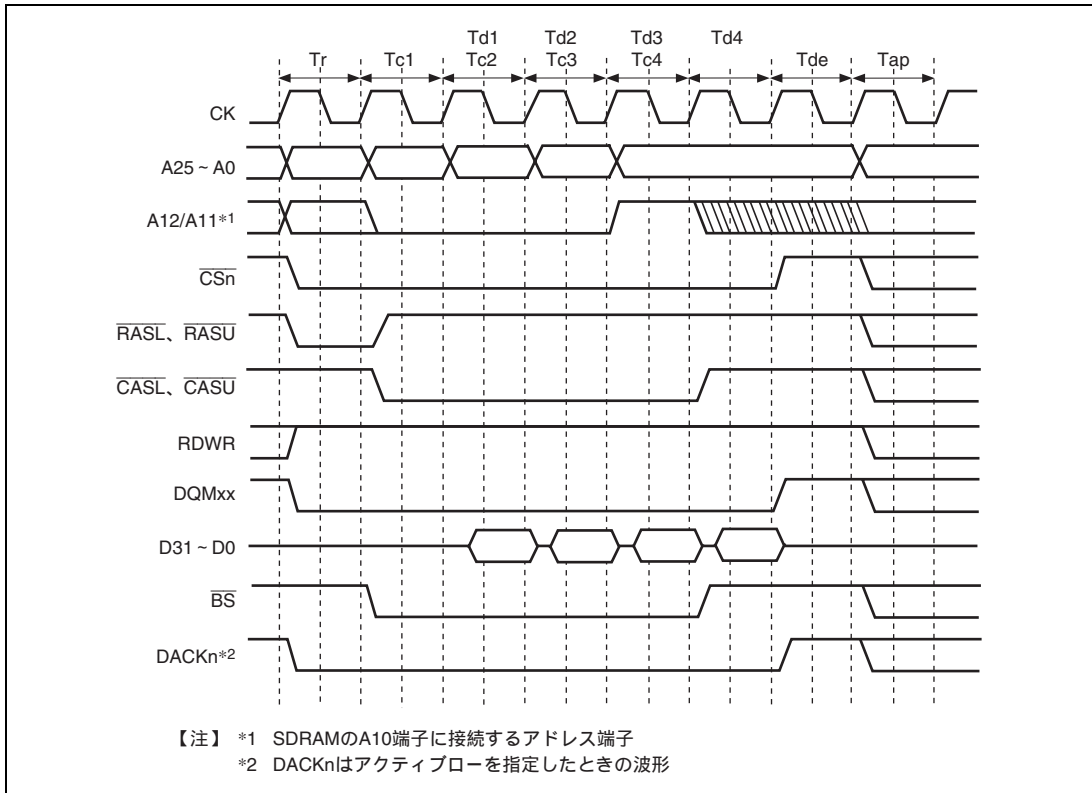
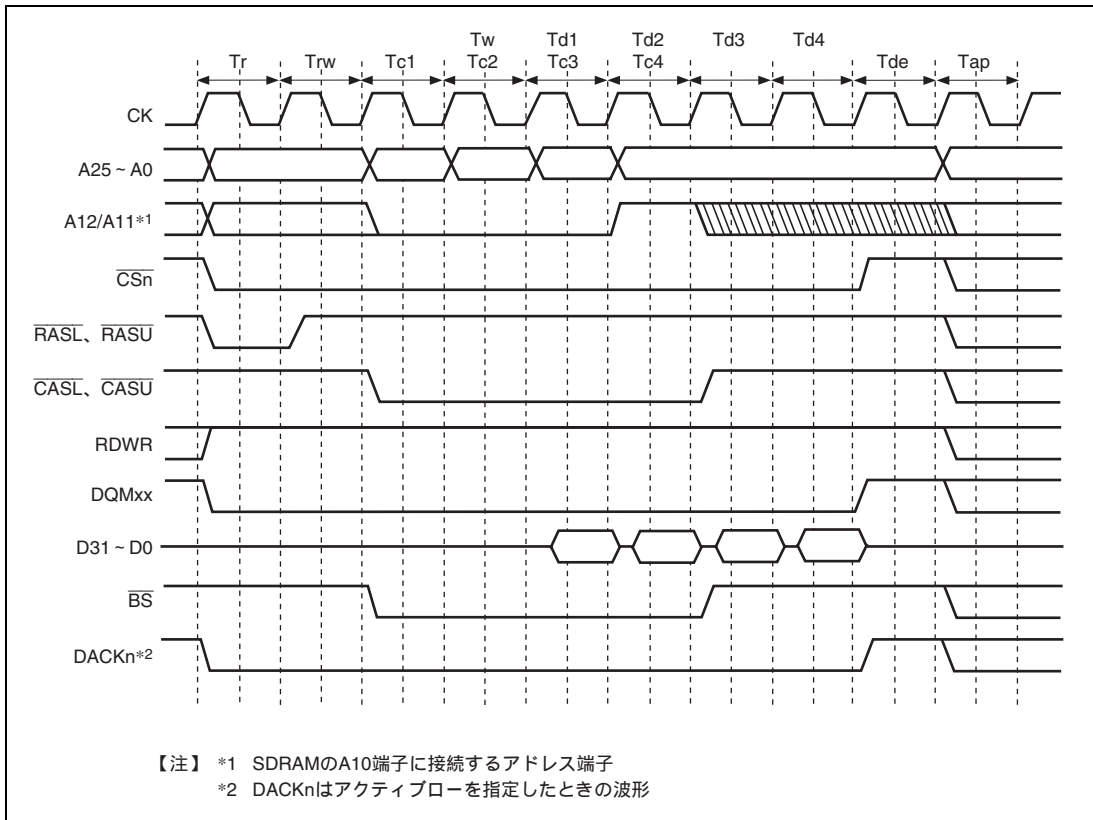

図 9.18 パーストリード基本タイミング (オートプリチャージ)
図 9.19 バーストリードウェイト指定タイミング (オートプリチャージ)
パーストリード時のタイミングチャートを図 9.18 と図 9.19 に示します。パーストリードでは ACTV コマンド出力を行う T_r サイクルに続いて、READ コマンドを T_{c1} 、 T_{c2} 、 T_{c3} サイクルに、READA コマンドを T_{c4} サイクルに発行し、 T_{d1} から T_{d4} のサイクルに外部クロック (CK) の立ち上がりでリードデータを受け取ります。 T_{ap} サイクルは SDRAM 内部で READA コマンドによるオートプリチャージの完了を待つサイクルであり、この間は同一のバンクに対して新たなコマンドの発行は行いません。ただし、別の CS 空間や同じ SDRAM の異なるバンクに対するアクセスは可能です。CS3WCR の WTRP1 および WTRP0 の指定によって T_{ap} のサイクル数を決定します。
本 LSI では、様々な周波数で SDRAM と接続するために CS n WCR の各ビットを設定することによりウェイトサイクルを挿入することができます。各種ウェイトの設定を行った例が図 9.19 となります。ACTV コマンド出力サイクル T_r から READA コマンド出力サイクル T_{c1} までのサイクル数は、CS3WCR の WTRCD1 および WTRCD0 ビットによって指定することができます。WTRCD1 および WTRCD0 の設定が 1 サイクル以上の場合、 T_r サイクルと T_{c1} サイクルの間に NOP コマンド発行サイクル T_{rw} サイクルが挿入されます。READA コマンド出力サイクル T_{c1} からリードデータ取りこみサイクル T_{d1} までのサイクル数は、CS2WCR の A2CL1 と A2CL0 ビットおよび CS3WCR の A3CL1 と A3CL0 ビットによって CS2 と CS3 の空間でそれぞれ独立に指定することができます。このサイクル数は、シンクロナス DRAM の CAS レイテンシに相当します。シンクロナス DRAM の CAS レイテンシの仕様は 3 サイクルまでですが、本 LSI では、1 サイクルから 4 サイクルまで設定できます。これは、本 LSI とシンクロナス DRAM の間にラッチを含む回路を設けて接続するためのものです。